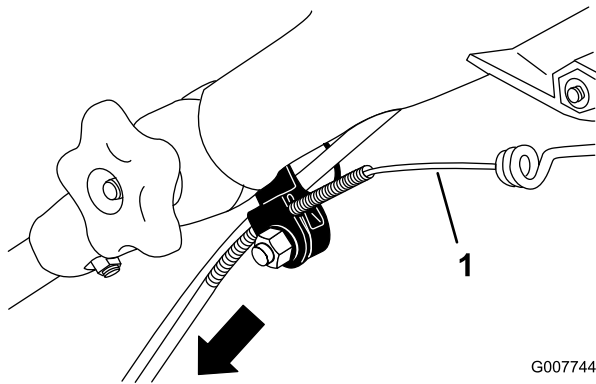

Figura 49
3. Tirate verso il basso la guaina del cavo fino ad eliminare l'imbandito del cavo esposto (**Figura 49**).